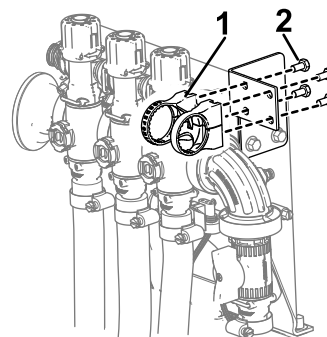

Figura 19
5. Monte el soporte de la válvula en la escuadra de montaje de las válvulas usando 4 pernos (M6), como se muestra en la Figura 19.